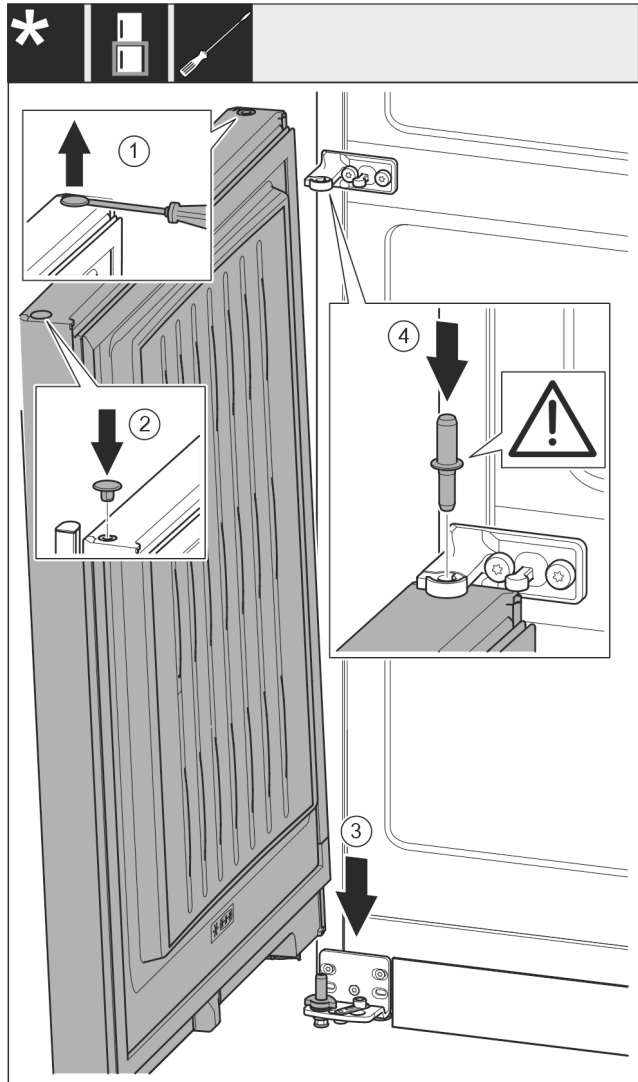

Fig. 19
- Óvatosan emelje meg a dugót lapos csavarhúzóval, és húzza ki. Fig. 19 (1)
- Tegye vissza a dugót az ajtó másik oldalára. Fig. 19 (2)
- Helyezze rá az ajtót felülről az alsó csapszegre. Fig. 19 (3)
- Helyezze be az alsó ajtóba a középső csapszeget a középső csapágybakon keresztül. Közben ügyeljen arra, hogy a bekattanó bütyök hátrafelé mutasson. Fig. 19 (4)